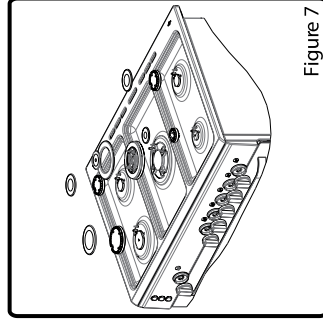

Figure 7
Si vous montez un tuyau butane/propane avec collier, l'embout gaz butane avec le joint sera installé sur la cuisinière, le tuyau sera enfoncé à fond sur cet embout et un collier sera installé en serrant correctement, mais sans couper le tuyau. Faire de même côté détendeur (voir fig. 7). La longueur maximale autorisée est 1,5m. Il est **très important de surveiller la date limite de péremption** indiquée sur le tuyau et le changer avant cette date pour assurer la sécurité.
- Retirez le chapeau de brûleur et le brûleur supérieur (Figure 7).